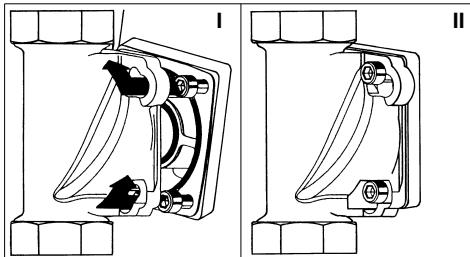

Abb. 7: Einbaudrehflansch mit Bajonettsicherung
- An den Einbaudrehflansch so ansetzen, dass die Schraubenköpfe durch die Bajonettbohrungen hindurchgehen (siehe Abb. 7 I).
- Die vier Zylinderschrauben M6x25 fest anziehen (siehe Abb. 7 II).
- Umgehungsventils ansetzen, dass die Schraubenköpfe durch die Bajonettbohrungen hindurchgehen (siehe Abb. 7 I).